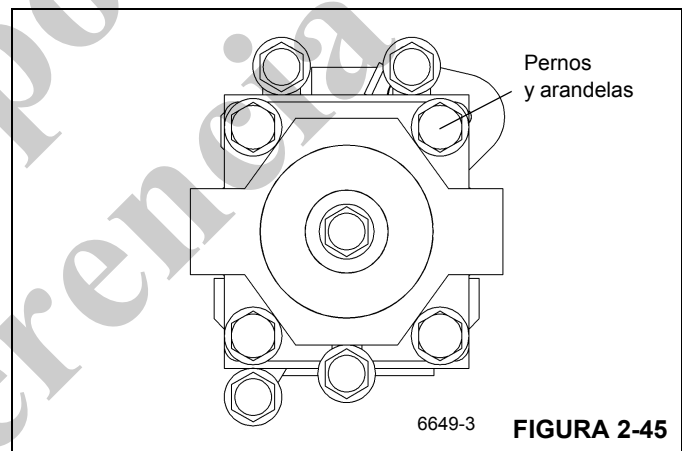

FIGURA 2-45
17. Emperne la placa de retención de la varilla al tubo del cilindro con los pernos y arandelas. Apriete los pernos a un par de 106 a 115 lb-pie (144 a 156 Nm) en la secuencia que se muestra (vea la Figura 2-45).